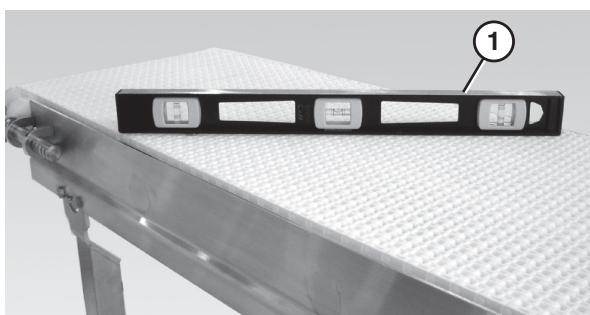

Figure 2
Le convoyeur DOIT être monté droit, de manière plane et à niveau avec les limites du convoyeur. Servez-vous d'un niveau (Figure 2, item 1), lors de l'installation.